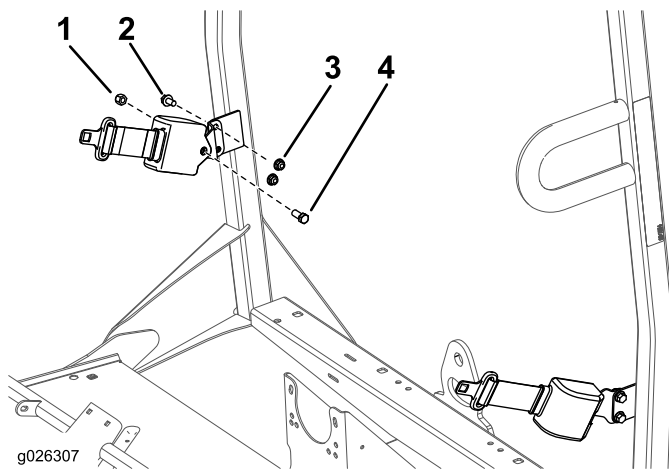

Figura 7
1. Montate una staffa di ancoraggio della cintura di sicurezza su ciascuna linguetta del sistema di protezione antiribaltamento con 2 bulloni (3/8 poll.) e 2 dadi (3/8 poll.) (fate riferimento a Figura 7).
2. Montate l'estremità retrattile di ciascun gruppo della cintura di sicurezza su ciascuna staffa di ancoraggio della cintura di sicurezza con un bullone (7/16 poll.) e un dado (7/16 poll.) (Figura 7).